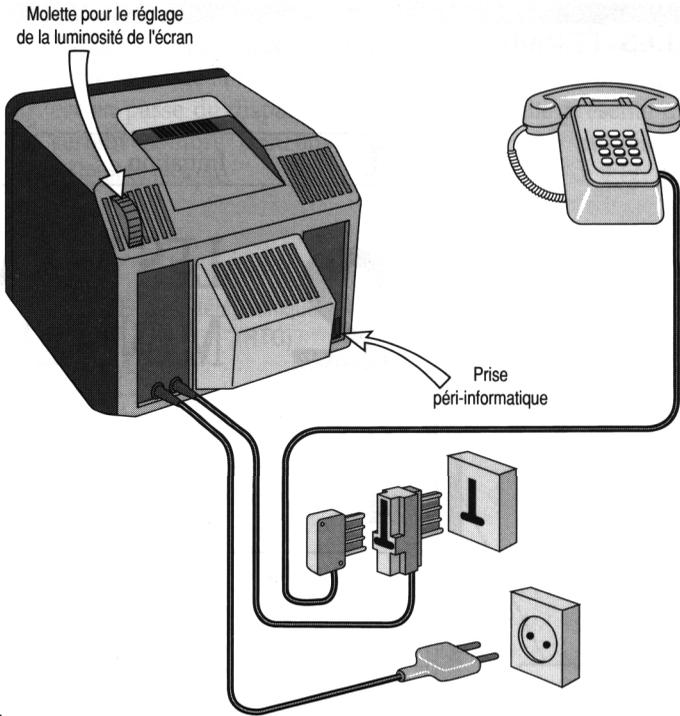

Figure 2.1.
- un cordon de raccordement à l'installation téléphonique muni d'une prise téléphonique gigogne comme schématisé figure 2.1 ou, sur certaines versions,